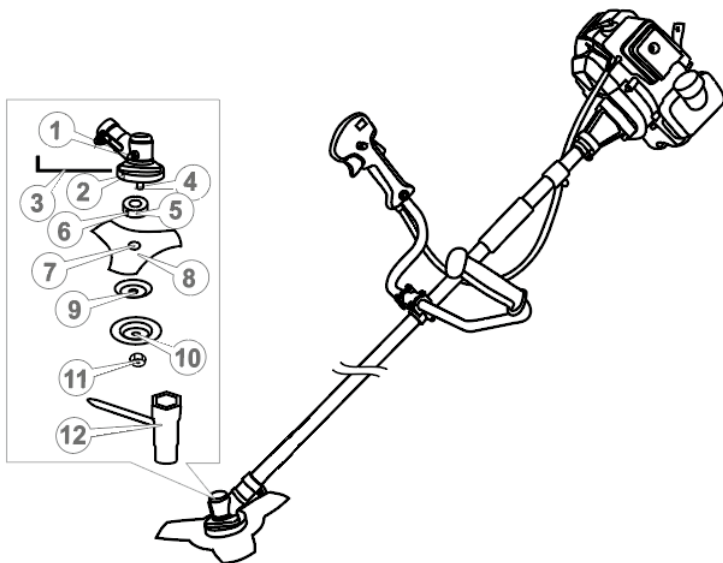
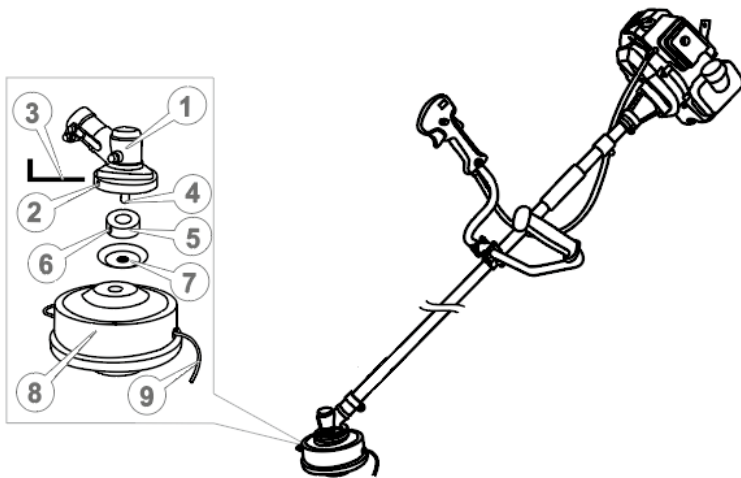

Рисунок 4. Схема встановлення різального ножа.
Рисунок 5. Схема встановлення різальної головки із жилкою.
– вставити шестигранний ключ (3, рис. 4) або викрутку в стопорний отвір (2, рис. 4) редуктора, фіксуючи таким чином вал від провертань;
– відкрутити за допомогою накидного ключа (12, рис. 4) верхню фіксуючу гайку лівої нарізки (11, рис. 4), зняти її, після чого зняти захисну кришку тарілчастої форми (10, рис. 4) та шайбу тарілчастої форми (9, рис. 4), залишаючи на шпинделі (4, рис. 4) приводну шайбу-перехідник (5, рис. 4);
– поверх приводної шайби вкласти різальний ніж (8, рис. 4) таким чином, щоб посадковий уступ приводної шайби (5, рис. 4) увійшов у посадковий отвір ножа (7, рис. 4); багатозубцевий ніж слід встановлювати таким чином, щоб напрямок стрілок на його поверхні відповідав напрямку обертання шпинделя мотокоси;
– поверх ножа почергово встановити на шпиндель редуктора шайбу тарілчасту (9, рис. 4), захисну кришку (10, рис. 4) і надійно закріпити гайкою лівої нарізки (11, рис. 4) за допомогою накидного ключа (12, рис. 4);
– витягнути ключ (3, рис. 4) із стопорного отвору (2, рис. 4) редуктора (1, рис. 4).
Фіксуюча гайка (11, рис. 4) має ліву нарізку.
- вставити шестигранний ключ (3, рис. 5) або викрутку в стопорний отвір (2, рис. 5) редуктора, фіксуючи таким способом вал від провертань;
- відкрити за допомогою накидного ключа (12, рис. 4) верхню фіксуючу гайку лівої нарізки (11, рис. 4), зняти її, після чого зняти захисну кришку (10, рис. 4), залишаючи на шпindelі (4, рис. 5) приводну шайбу (5, рис. 5) та шайбу тарілчастої форми (7, рис. 5);
- поверх шайби тарілчастої форми накрутити різальну головку із жилкою (8, 9, рис. 5);
- витягнути шестигранний ключ (3, рис. 5) або викрутку із стопорного отвору (2, рис. 5) редуктора (1, рис. 5).